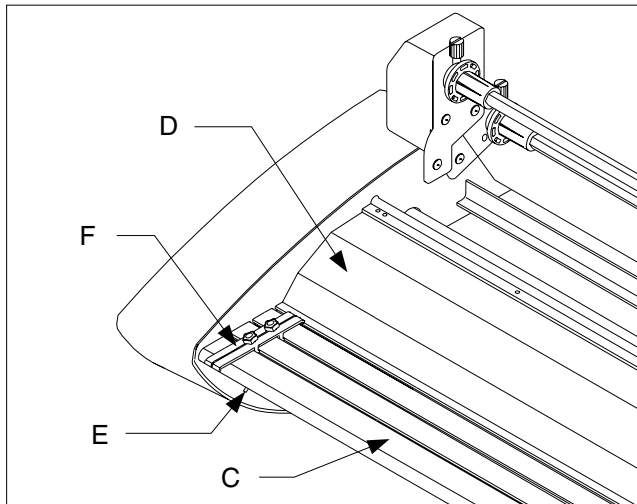

Fig. 3
C. FEED TABLE: The Feed Table, Figure 3, is used to position items for lamination. **The laminator will operate only when the Feed Table and Feed Table Latch are properly installed.**
E. TABLE INTERLOCK LATCH: Used to lock the Feed Table into position and activate an interlock switch. The interlock latch is located on the left underside of the Feed Table, (Figure 3). The table cannot be removed without retracting the latch to the right while lifting the table upwards and away from the laminator. **The laminator will not operate when the table is removed and/or the interlock latch is retracted.**
F. FEED GUIDE: The Feed Guide, Figure 3, permits alignment of the item(s) to be laminated. To position the adjustable guide, loosen the knob on the top of the guide, slide it to the desired position and tighten the knob to secure the Feed Guide in place. The Feed Guide is used to keep longer items straight. The Feed Guide may also be used to feed smaller items side by side by positioning the guide towards the center of the Feed Table and placing smaller items against each side of the Feed Guide as they are being introduced into the nip point of the heat rollers.
C. ANLEGETISCH: Auf dem Anlegetisch, Abb. 3, werden die zu laminierenden Artikel gelagert. **Das Laminiergerät funktioniert nur, wenn der Tisch und die entsprechende Verriegelung ordnungsgemäß installiert sind.**
E. TISCHVERRIEGELUNG: Damit wird die Position des Anlegetisches gesichert und ein Verriegelungsschalter aktiviert. Der Riegel befindet sich links auf der Unterseite des Tisches (Abb. 3). Der Tisch kann nicht entfernt werden, ohne dass vorher der Riegel nach rechts geschoben und der Tisch gleichzeitig angehoben und vom Laminiergerät weggezogen wird. **Wenn der Tisch entfernt wird und/oder der Riegel sich in zurückgezogener Stellung befindet, ist das Laminiergerät nicht betriebsbereit.**
F. ZUFUHRHILFE: (Abb. 3) Damit werden der oder die zu laminierenden Artikel ausgerichtet. Die Zufuhrhilfe ist verstellbar: Den Knopf auf der Oberseite lösen, in die gewünschte Stellung schieben, den Knopf zur Sicherung wieder anziehen. Die Zufuhrhilfe dient dazu, längere Artikel gerade zu halten. Sie kann auch dazu verwendet werden, kleinere Artikel nebeneinander einzuführen. Dazu wird die Zufuhrhilfe in die Mitte des Anlegetisches gestellt und kleinere Artikel an beide Seiten der Zufuhrhilfe angelegt, von wo sie zum Berührungspunkt mit den Heißwalzen geführt werden.
C. INVOERTAFEL: De invoertafel (zie afb. 3) wordt gebruikt om documenten in de juiste positie te brengen voor laminatie. **De laminator werkt alleen als de invoertafel en de vergrendeling ervan correct zijn geïnstalleerd.**
E. TAFELVERGREDELING: Deze wordt gebruikt om de invoertafel in de juiste positie vast te zetten en een vergrendelingsschakelaar te activeren. De vergrendeling bevindt zich aan de linkeronderzijde van de invoertafel, zie afb. 3. De tafel kan alleen worden verplaatst door de vergrendeling naar rechts te trekken en gelijktijdig de tafel op te tillen, weg van de laminator. **De laminator werkt niet als de tafel wordt verwijderd en/of ontgrendeld.**
F. INVOERGELEIDER: Met behulp van de invoergeleider, zie afb. 3, kan het te lamineren document precies worden gecentreerd. Om de afstelbare geleider in de juiste positie te plaatsen, draait u de knop bovenop de geleider los, schuift u hem in de gewenste positie en draait u de knop weer aan zodat de invoergeleider zich op zijn plaats bevindt. De invoergeleider wordt gebruikt om langere documenten recht te houden. De invoergeleider kan ook worden gebruikt om kleinere documenten naast elkaar in te voeren; plaats daartoe de geleider in het midden van de invoertafel en plaats de kleinere documenten tegen de zijanten van de geleider bij het invoeren tussen de grijpzone van de warmterollers.
C. TABLE D'ALIMENTATION: la table d'alimentation (Figure 3) est utilisée pour positionner les documents à plastifier. **La plastifieuse ne peut fonctionner que si la table d'alimentation est correctement positionnée et verrouillée.**
E. VERROUILLAGE DE LA TABLE D'ALIMENTATION: permet de bloquer la table d'alimentation; le verrouillage est situé sous la table d'alimentation (Figure 3). Pour retirer la table, soulevez-la en tirant le loquet vers la droite. **La plastifieuse ne peut fonctionner que si la table d'alimentation est correctement positionnée et verrouillée.**
F. GUIDE DE POSITIONNEMENT: ce guide (Figure 3) permet d'aligner les documents à plastifier. Pour régler le guide, desserrez le bouton-vis du guide, faites glisser le guide jusqu'à la position désirée et resserrez le bouton-vis pour maintenir le guide en position. Ce guide est utilisé pour maintenir les documents bien alignés. Il peut être également utilisé pour positionner de petits documents côte à côte: placez alors le guide au centre de la table d'alimentation et alignez les documents de chaque côté du guide pour qu'ils soient entraînés par les rouleaux chauffants.